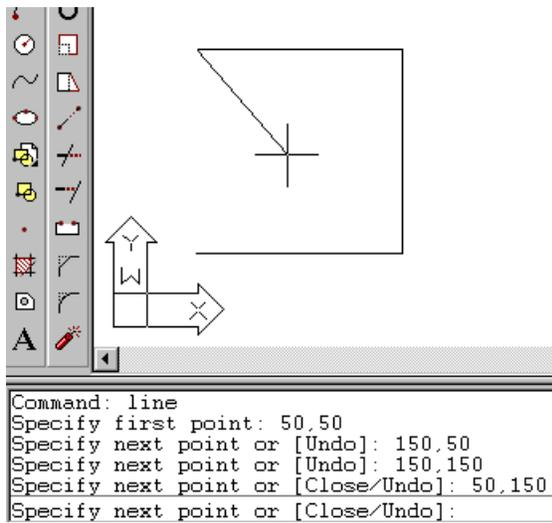

Figura 2 – Desenhar utilizando o teclado para introduzir o comando
- Sair do comando carregando no botão direito do rato, em ENTER (↵) ou em ESCAPE (Esc) (Figura 2).